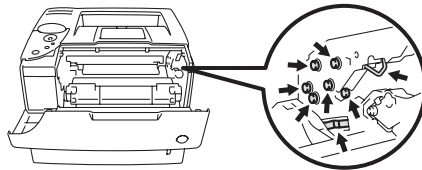

图 5-27
- 为保护打印机免受静电的损坏，请勿接触图 5-27 中所示电极。